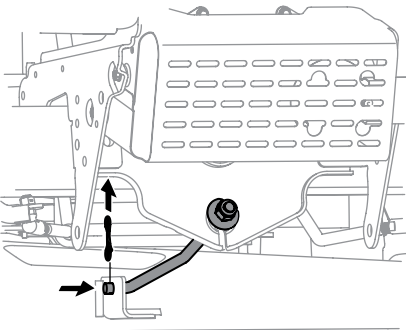

Figura 4-14
9. En las cubiertas de 42" y 46", retire el piquete que sujeta la barra estabilizadora de la plataforma a la plataforma. Deslice la barra de elevación de la cubierta de la soldadura de montaje en la plataforma como se ve en Figura 4-14.